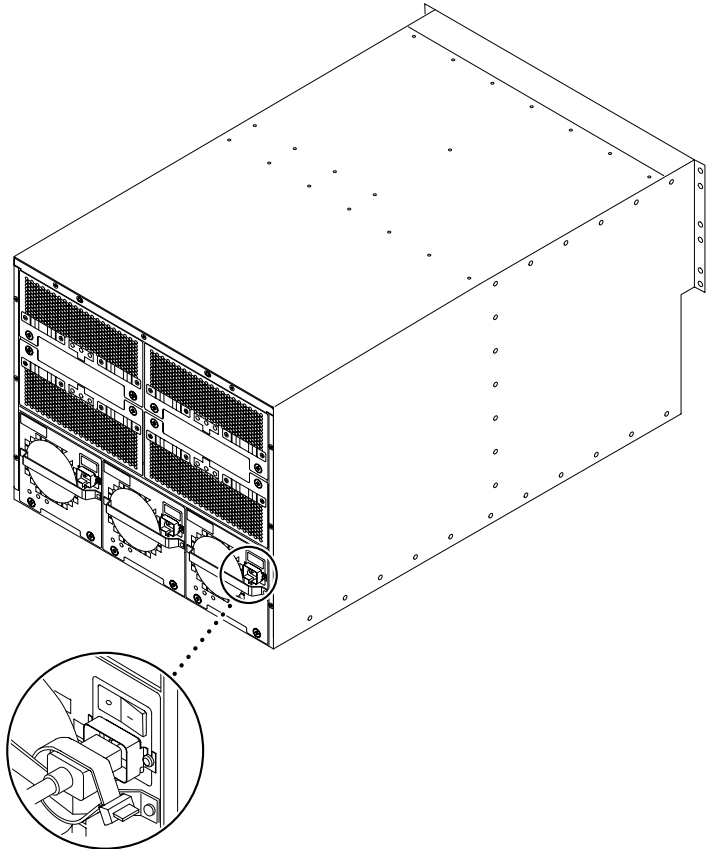

FIGURE 5-1 Emplacement de l'interrupteur d'alimentation et de la prise du cordon d'alimentation sur le système Sun Fire 3800
1. **Mettez chaque interrupteur en position off** (FIGURE 5-1).
1. Mettez chaque interrupteur en position on (FIGURE 5-1).
6. Mettez chaque interrupteur en position on (FIGURE 5-1).